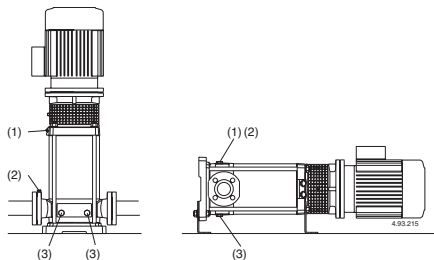

Fig. 4d(1) Llenado y purga
(2) Purga aspiración
(3) vaciado
Con el nivel de agua en aspiración por encima de la bomba, (funcionamiento bajo carga, fig. 3B), llenar la bomba abriendo lentamente y completamente la compuerta del tubo de llegada teniendo la compuerta de la impulsión abierta y también los agujeros de purga (1), (2) (fig. 4d) para hacer salir el aire.
Cerrar los agujeros de purga (1), (2) (fig. 4d), para MXV-B, MXV(L) 25-32-40-50 und MXV(L)4 25-32-40-50 Atornillar los tornillos tipo pasador (17.17) del tapón de vaciado (14.12) (fig. 4b), y cierre el orificio de purga (14.04).